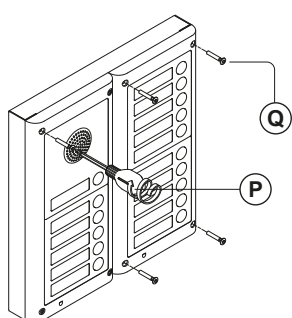

Fig. 50
- Wanneer het systeem getest is en correct werkt, verplaats de steunframes van de module voorzichtig achteruit, bevestig aan de kast m.b.v. de schroevendraaier **(P)** (torx) en de torx-schroeven van de machine **(Q)** (**Fig. 50**). **Opmerking: draai de schroeven niet meer dan nodig vast.**